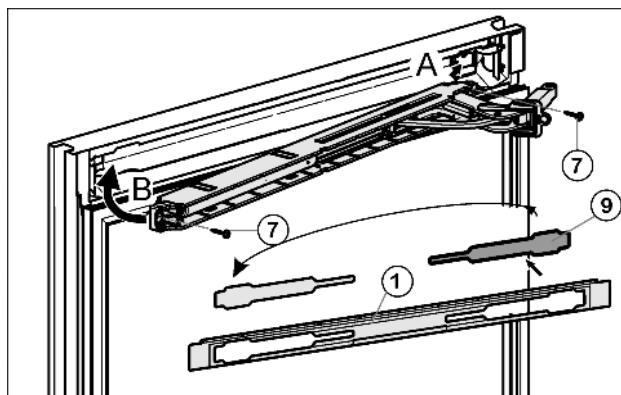

Fig. 15
- ▶ Освободите крышку Fig. 15 (9) из накладки Fig. 15 (1) и снова установите её на другой стороне.
- ▶ Зацепите (A) и поверните (B) верхний узел амортизатора закрывания дверцы шарниром на стороне шарнира.
- ▶ Прикрутите узел амортизатора закрывания дверцы (2 шт. Torx® 15) Fig. 15 (7).